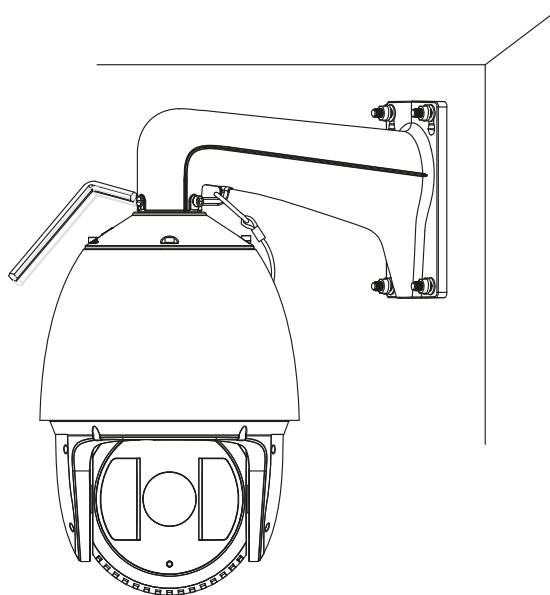

Рис. 2.8. Завершение монтажа видеокамеры на кронштейне
8. Приставьте видеокамеру к кронштейну и, плотно прижав к нему, поверните ее по или против часовой стрелки, как показано на Рис. 2.8.